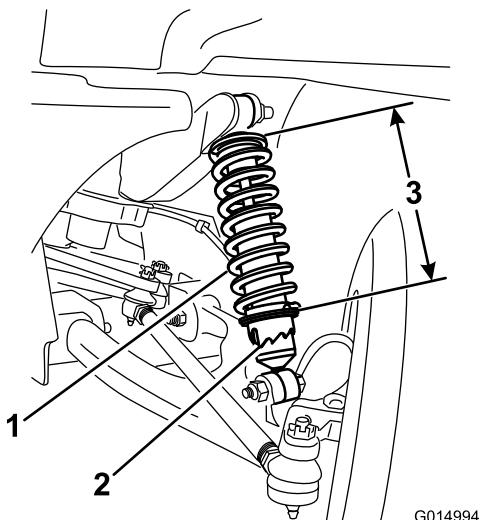

図 53
3. 特殊工具 TORO 6010 を使って、ショックアブソーバのカラーを回転させてスプリングの長さを変更する図 53。